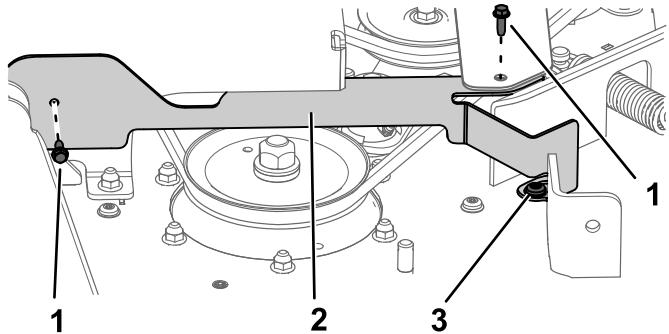

Figura 32
- A la derecha de la máquina, retire los pernos de cabeza de arandela ($\frac{1}{4}'' \times \frac{3}{4}''$) y afloje el perno de cuello largo (Figura 32). Retire el protector.